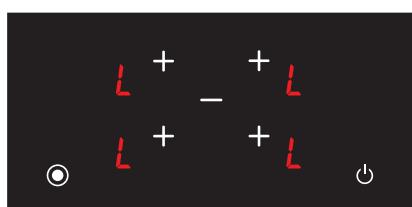

Рис. 19
4. Блокировка от детей будет активирована, и все конфорки отобразят значок **L** чтобы указать, что блокировка от детей активна (см. Рис. 19). Если какая-либо из конфорок горячая, значки **L** и **H** будут показаны по очереди.